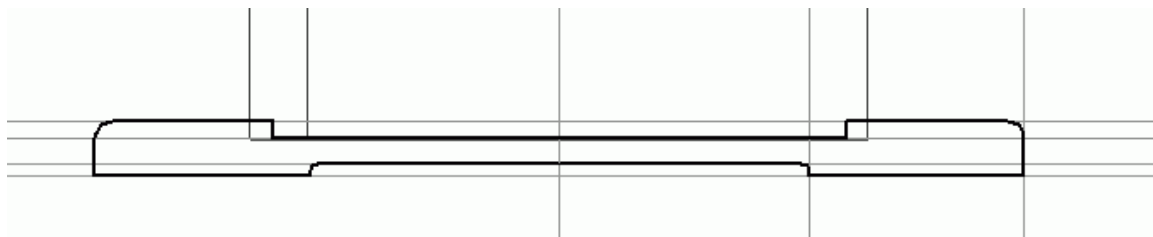

Рис. 3.83. Эскиз сечения днища корпуса
21. Отталкиваясь от точек пересечения вспомогательных линий и используя команду Непрерывный ввод объектов панели Геометрия, постройте контур поперечного сечения днища (рис. 3.83).